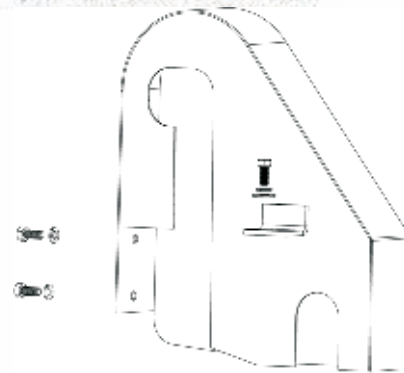

Figura 13. Cubierta de bandas
1. Quite los tornillos que sujetan a la cubierta de las bandas (Figura 13) del chasis de la cortadora.